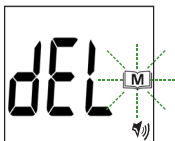

Figura 16
Si desea borrar TODA la memoria, presione el botón "M" durante cuatro (4) segundos. Consulte la figura 16. Aparecerá "--", lo que indica que se borró toda la memoria, y el medidor se apagará.